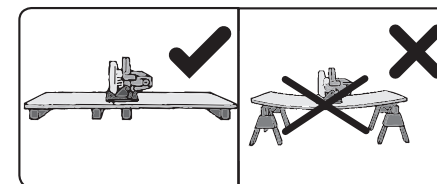

Abb. 5
- Große Flächen sind an den Rändern und in der Nähe vom Schnitt zu unterstützen, damit das Risiko einer Verkantung des Sägeblattes und eines Rückschlags wegen der Durchbiegung der Platte minimiert wird (Abb. 5).